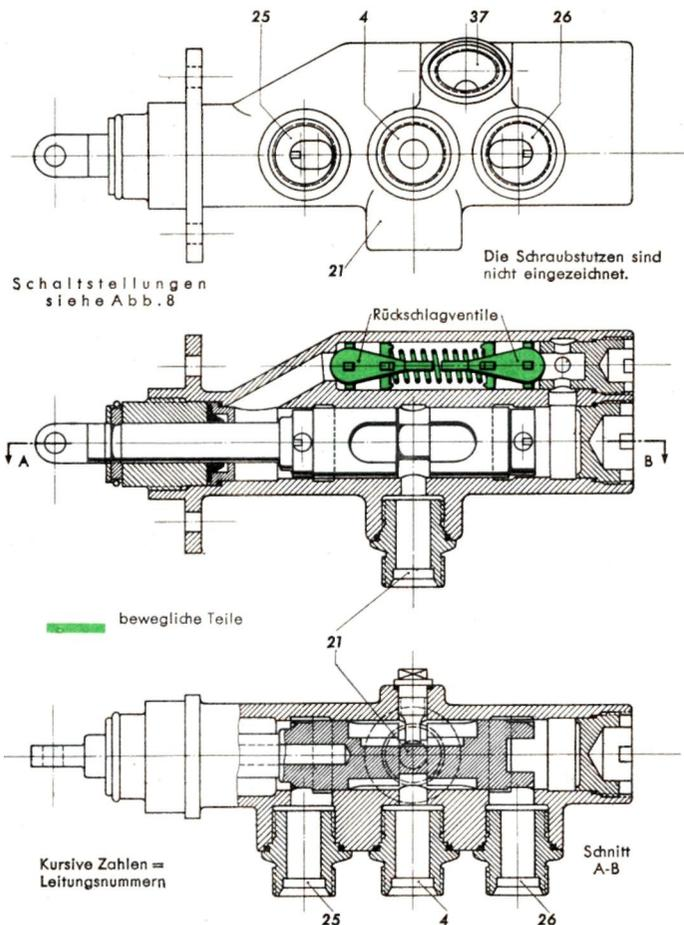

Abb. 7 Fahrwerk-Steuerschieber in Leerlaufstellung
Der Fahrwerk-Steuerschieber (2) (Abb. 6 und Abb. 7), der im Rumpf am Spant 9 eingebaut ist (Abb. 6), wird vom Führerraum aus über ein DuZ-Gestänge (1) von Hand betätigt.